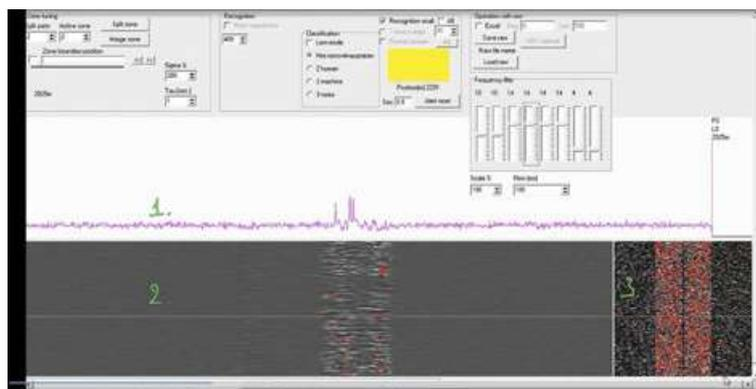

Рис. 2. Графический интерфейс пользователя
1) *амплитудно-дистанционная* (рис. 2, отм. 1) — двухкомпонентный график, который показывает уровень сигнала в dB в точке события;
2) *амплитудно-временная* (рис. 2, отм. 2) — трехкомпонентный график, который часто называют «водопадом», так как он раскладывает данные по трем координатам, но в нашем случае интересны две его компоненты — амплитуда и время, так как все события в описываемой опытной работе прогнозируемы и локализованы;
3) *частотно-временная* (рис. 2, отм. 3) — третья компонента, которая позволяет оценить изменение частотных полос по логарифмической шкале во времени в зависимости от происходящего события.